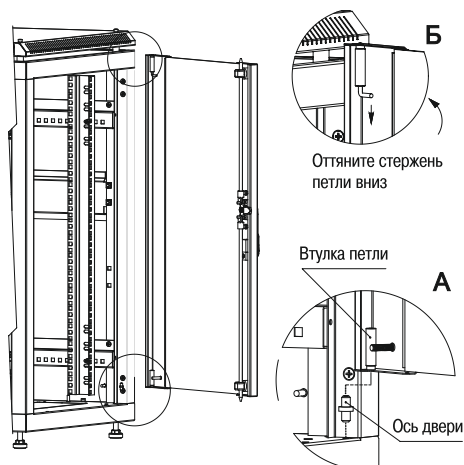

Рисунок 14
3.4.3 Вставьте ось в круглое технологическое отверстие в основании близ стойки, наденьте втулку петли на подпятник (действие А). Оттяните стержень петли вниз (действие Б), защелкните колпачок петли в отверстие на верхнем основании (рисунок 14). Закройте дверь на замок. При правильном монтаже дверь вращается плавно, запирается без особых усилий.